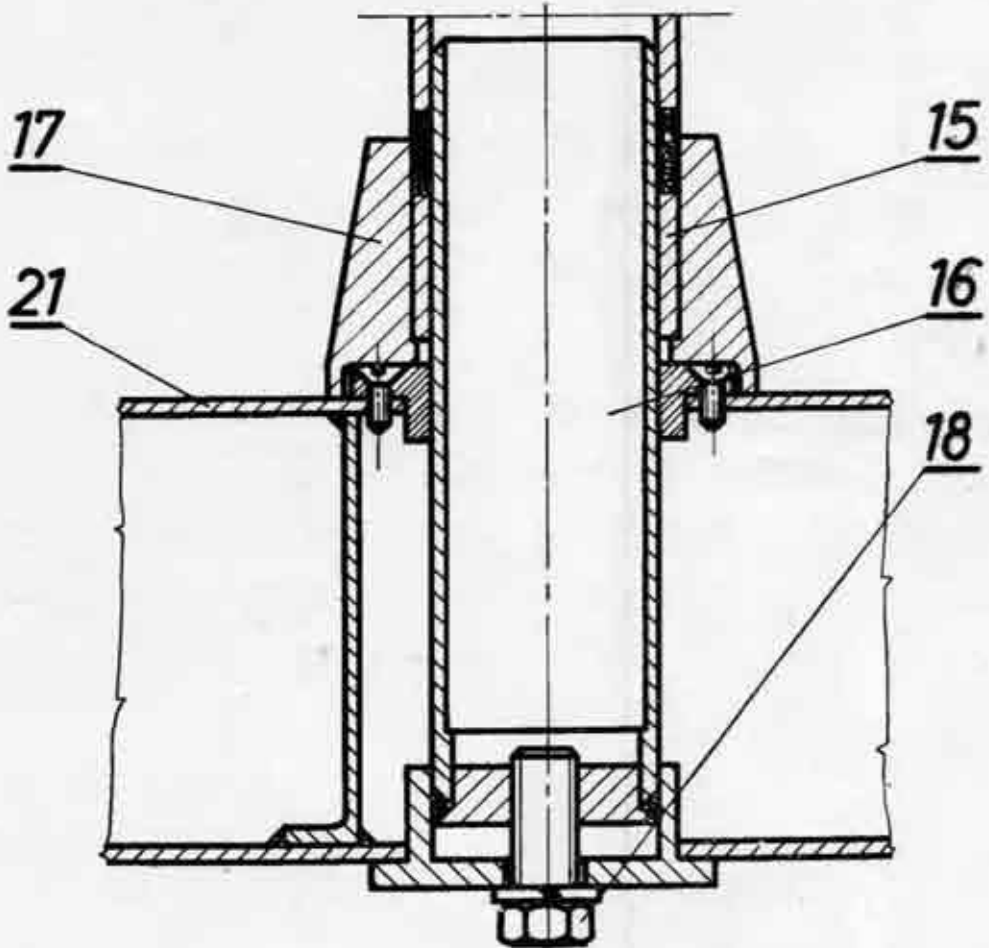

рис. 9. Схема к монтажу лампы синего света
Монтаж стойки (рис. 9)
В начале собирается ножка с катками (21) и труба (15) соответственно рис. 9. Вертикальная трубка заводится в сварной потрубок (16), т.е. в установленный на собранную ножку фланец (17), затем с помощью болта (18) прикрепляется.
Провод (23), выходящийся из светильника перенесётся через колпак (5), находящийся на верхней части лампы-держателя (19) а потом через сварную стойку-трубу (15, Рис. 9.) и присоединяется к зажиму (20), расположенного в собранной ножке так, чтобы цвета проводов с обеих сторон были одинаковы.